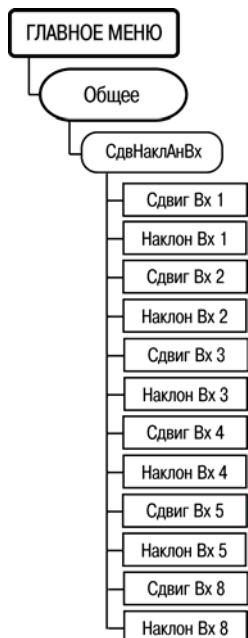

Рисунок 6.24
6.13.9 Параметры, определяющие коррекцию измеренных характеристик, задаются через пункт меню **//Общее/СдвНаклАнВх. {N} = 1 – 5, 8** (рисунок 6.24) для аналоговых входов **1 – 5, 8** соответственно.